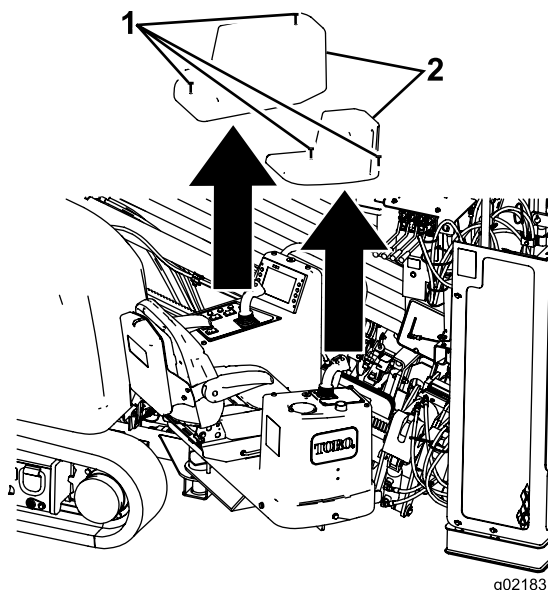

Рисунок 75
3. Ослабьте 4 винта крепления крышек пультов оператора и снимите крышки (**Рисунок 75**)